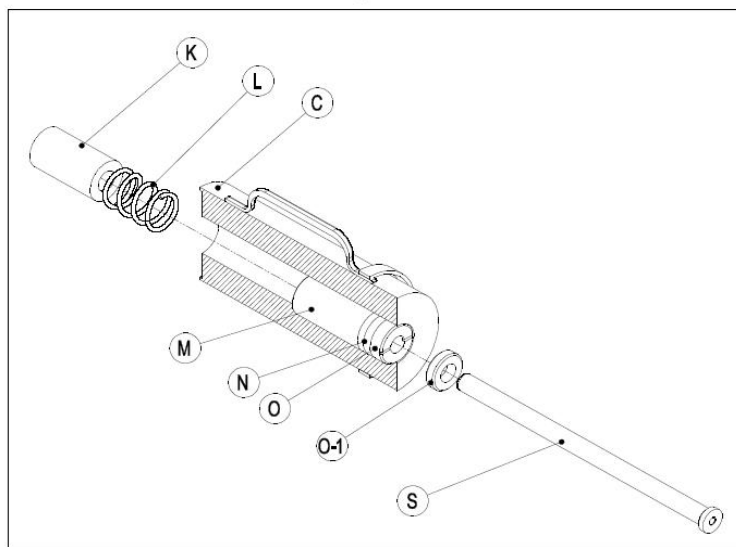

图 4
2) 从前端取出弹簧压套 ( K ) 和弹簧 ( L )。( 见图 4 )